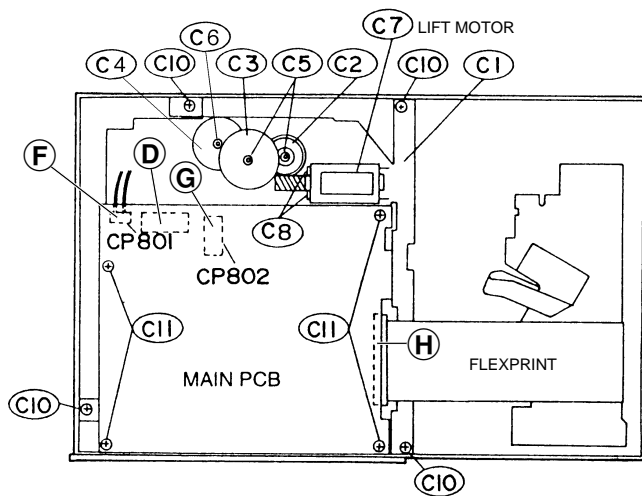

Fig. 2
- 4 Schrauben **C11** herausdrehen (Fig. 2).
- Steckverbindungen **D**, **F**, **G** und **H** lösen (Fig. 2 und 4).
- 4 Schrauben **C10** herausdrehen und Magazinschachtaberteil **C1** herausnehmen (Fig. 2).
- Kunststoffscheiben **C5** und **C6** (Fig. 2) abziehen.
- 2 Schrauben **C8** herausdrehen (Fig. 2).
- Undo the 4 screws **C11** (Fig. 2).
- Unplug the connectors **D**, **F**, **G** and **H** (Fig. 2 and 4).
- Undo 4 screws **C10** and remove the cover plate of the CD magazine compartment **C1** (Fig. 2).
- Loosen and remove the plastic washers **C5** and **C6** (Fig. 2).
- Undo 2 screws **C8** (Fig. 2).
9. Ausbau des Disc-Motors C76 (Fig. 2, 8 und 9)
- 4 Schrauben C10 herausdrehen und Magazinschachtoberteil C1 herausnehmen (Fig. 2).
9. Removing the Disc Motor C76 (Fig. 2, 8 and 9)
- Undo 4 screws C10 and remove the cover plate of the CD magazine compartment C1 (Fig. 2).